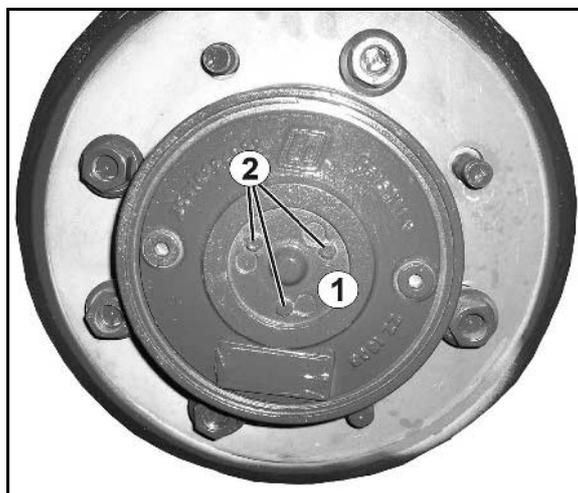

Рис. 119
Если машина должна буксироваться, можно поворачивать шляповидную крышку (Рис. 119/1).
1. Для этого открутите болты (Рис. 119/2).